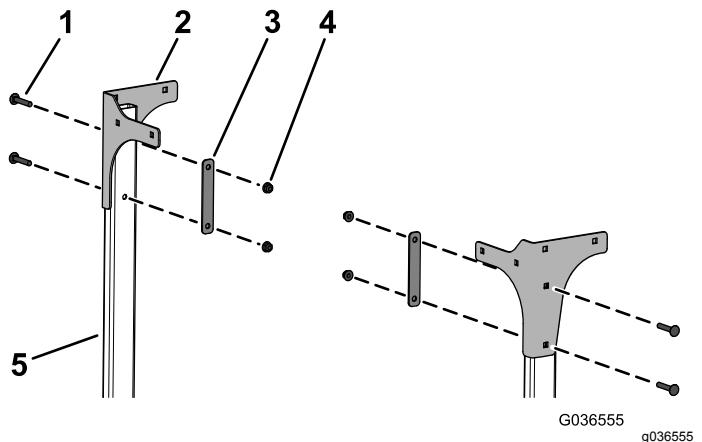

Figure 8
7. Fixez légèrement les plaques arrière gauche et droite aux tubes à l'aide de 4 boulons de carrosserie (5/16" x 1 1/4"), 2 plaques d'appui et 4 écrous à embase (5/16"), comme montré à la Figure 8.